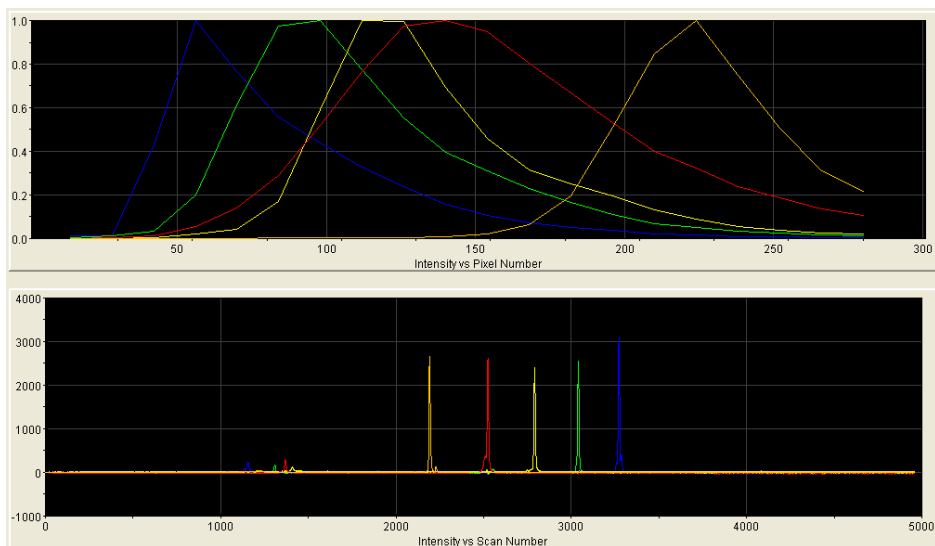

Abbildung 1. Elektropherogramm der spektralen Kalibrierung mit Matrixstandard BT5 auf einem Applied Biosystems 3130 Genetic Analyzer.
2. Überprüfen Sie die Matrixproben auf eine flache Basislinie. Wie in Abbildung 1 beschrieben, sollten in jeder Matrixprobe 5 Peaks mit Höhen im Bereich von 1000–5000 RFU vorhanden sein.